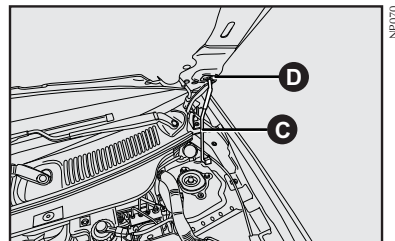

fig. 94
- 4) introduzir a extremidade da vareta **C** na abertura **D** do capô do motor fig. 94.
- 1) manter levantado o capô com uma mão e, com a outra, tirar a vareta **C**-fig. 94 da abertura **D** e repô-la no seu dispositivo de bloqueio;